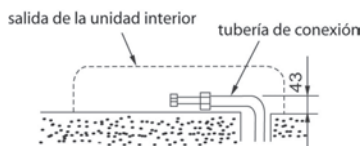

Ilustración 8
2. Para instalar la tubería de derecha o izquierda posterior, instalar la tubería según lo ilustrado. Doblar la tubería de conexión y colocarla más o menos a 43 mm. de la pared. (Ilustración 8)